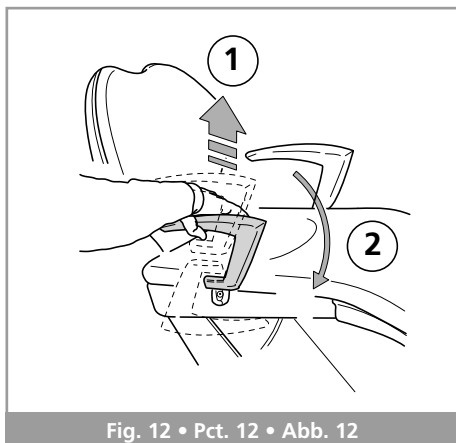

Fig. 12 • Pct. 12 • Abb. 12
- nel caso di poggiatesta opzionale **"Bios"** pneumatico (Fig. 12), mantenendo premuto il pulsante il poggiatesta è sbloccato, rilasciando il pulsante il poggiatesta si blocca.
- In case of optional version pneumatic **"Bios"** (Fig. 12); maintaining pressed the push button, the head rest is unblocked; leaving the push button the head rest is blocked.
- dans le cas de la tête en option **"Bios"** pneumatique (Fig. 12), en maintenant enfoncée la touche la tête se débloque, en relâchant la touche, il se débloque.
- en caso de reposacabezas opcional **"Bios"** neumático (Fig. 12), mantenga pulsado el botón el reposacabezas para desbloquearlo y libérela para bloquearlo.
- Die pneumatische **"Bios"** Kopfstütze (Fig. 12) wird durch anhaltendes Drücken der Taste gelockert und durch Loslassen der Taste blockiert.